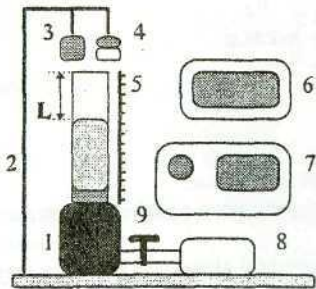

Рис. 14.
**Опис установки.** Установка для визначення довжини звукової хвилі в повітрі показана на рис.14. Вона складається зі скляної труби 2 та резервуара з водою 1, який через кран 9 приєднаний до ручного насоса 8. Уздовж труби розташована лінійка 5 з міліметровими поділками. Закачуючи воду в трубу, рівень води в ній можна піднімати, змінюючи висоту повітряного стовпа  $L$ . Над відкритим кінцем труби розміщений телефон 3, мембрана якого коливається з частотою, яку задає звуковий генератор 7. Моменти підсилення звуку можна реєструвати на слух або осцилографом 6 від мікрофона 4.